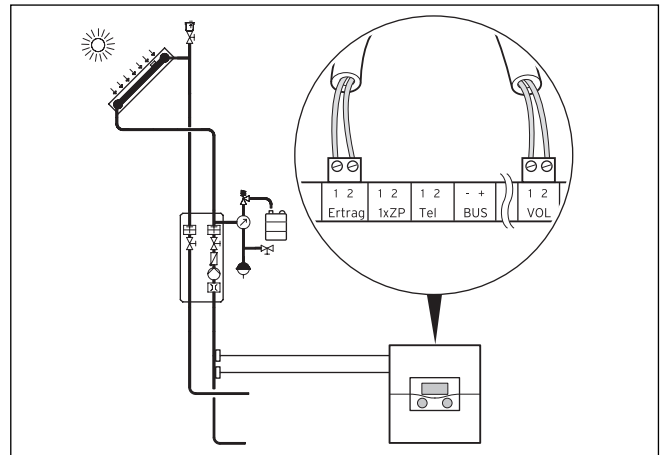

Abb. 5.43 Rücklauffühler anschließen
- Verdrahten Sie DCF-Empfänger entsprechend der Abb. 5.43.